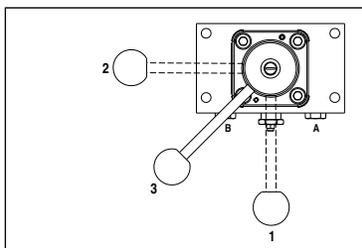

Abb. 7
(siehe Abb. 7)
4. Drehen Sie den Griff des Steuerventils in die neutrale Position („3“) (Ventilpositionen siehe Abb. 7).